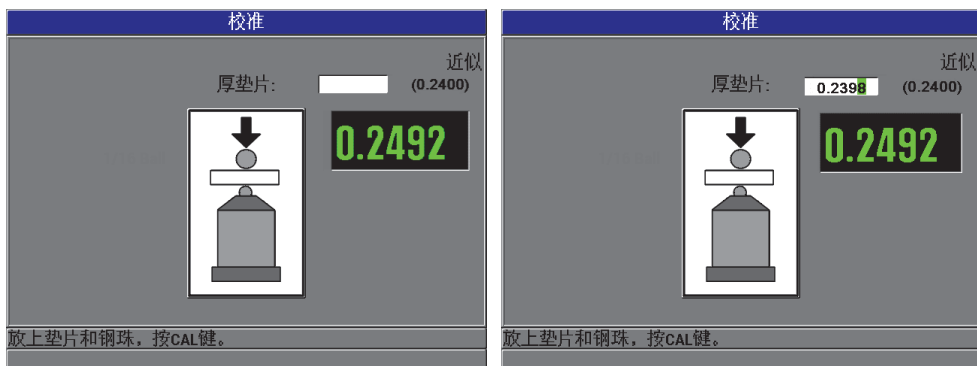

图 4-9 厚垫片校准点
6. **厚垫片点**：仪器会提醒用户将特定的厚校准垫片和目标放在探头尖端上。这个厚校准点的厚度会根据所选的目标滚珠、圆盘或钢线的不同产生变化。屏幕上较低的测量值框中会显示垫片的大约厚度值。按 [**校准**] 键，将测量值传输到上面的文本框中，然后使用箭头键根据校准垫片的已知厚度修改框中的值，然后按 [**校准**] 键（参见第 83 页的图 4-9）。